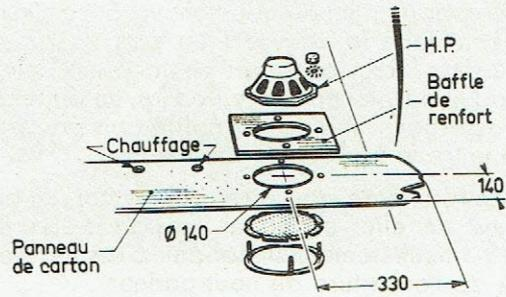

Fig. 4
- Aux cotes indiquées sur la Fig. 4 pratiquer les trous nécessaires à la pose du H.P. en utilisant le gabarit joint à l'ensemble.
- Monter le H.P. en se référant à la Fig. 4, le baffle de renfort venant s'intercaler entre le H.P. et le panneau de carton.